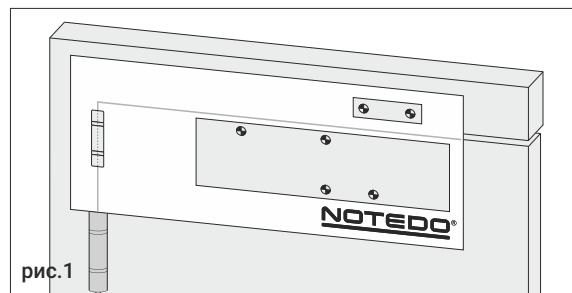

рис. 1
4. Сделайте разметку по шаблону согласно выбранному варианту установки. Проверьте размеры рулеткой на соответствие указанным в настоящей инструкции, рис. 1.